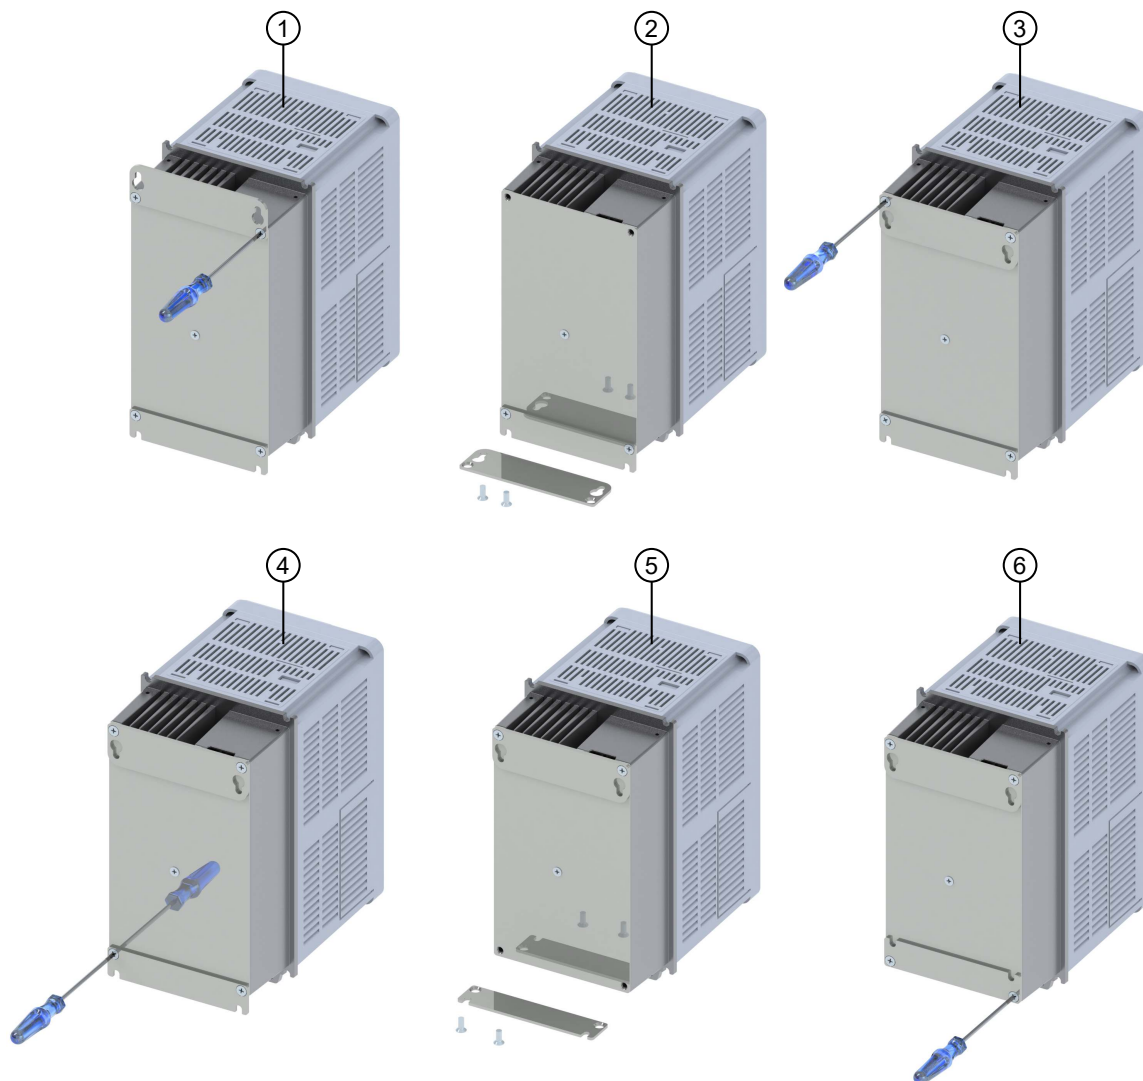

Figura 3.4: Reposicionamento dos suportes de montagem
- Os suportes de montagem devem ser removidos e reposicionados como ilustrado na Figura 3.4.